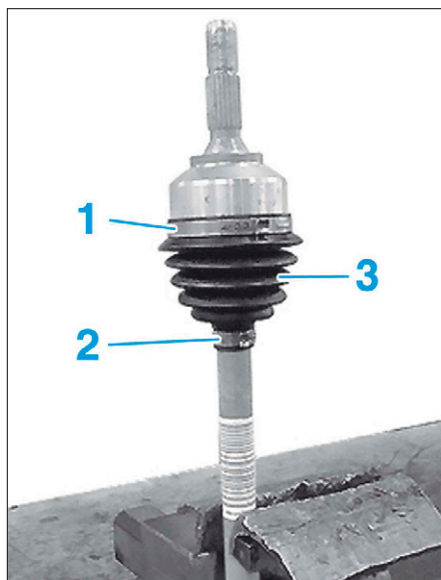

FIG. 11
- Déposer les colliers (1) et (2) (Fig.11)
- Déposer le soufflet (3).